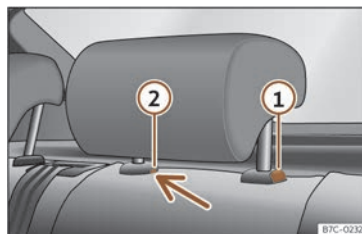

Fig. 102 Tetiera spate: demontarea.
- Apăsați butonul >>> fig. 102 ①, în timp ce apăsați simultan pe orificiul de siguranță ② cu o șurubelniță cu cap plat de lățime maximă de 5 mm și scoateți tetiera.